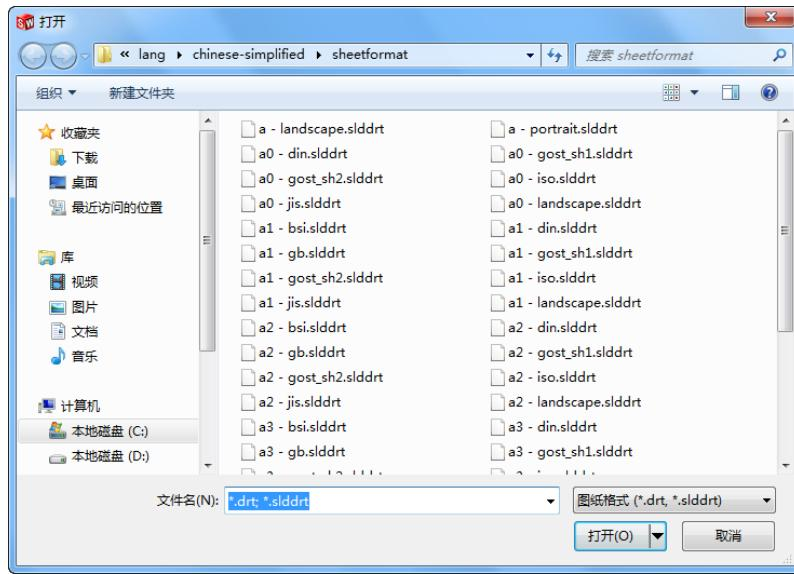

图 8-7 “打开”对话框
2. 用户图纸格式是使用读者自行设置的图纸格式。单击“图纸格式/大小”对话框中的“浏览”按钮，系统弹出如图 8-7 所示的“打开”对话框，可以选择用户自行设置的图纸格式，设置用户图纸格式的方法将在下一节中介绍。